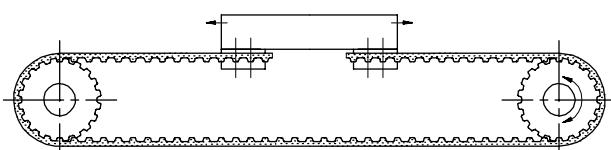
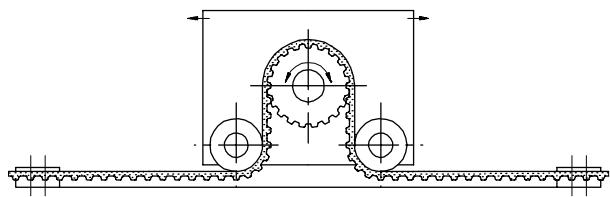

fig. 1
fig. 2
**Le cinghie dentate, utilizzate per trasformare il moto rotatorio delle pulegge, in moto rettilineo alternato di tavole o di altri dispositivi, hanno la necessità di avere le estremità delle stesse ancorate alle parti mobili (fig. 1) o a quelle fisse (fig. 2) dei particolari da movimentare. Questo fissaggio deve essere eseguito con cura, per evitare che la cinghia possa essere danneggiata o indebolita nel punto d'attacco. È per questo che la ditta POGGI® trasmissioni meccaniche s.p.a. ha realizzato questa serie di piastre che facilitano il corretto bloccaggio delle cinghie sui relativi ancoraggi.**
The ends of timing belts, used to change the rotary motion of pulley into rectilinear alternative motion on boards or other devices, require to be anchored either to mobile parts (fig. 1) or to fixed ones (fig. 2) of the items to be moved. Care should be taken while fixing so as to avoid any damage or weakening of the attachment point of the belt. This is the reason why we have introduced these plates that permit correct belt attachment.
Die Zahnriemen, die verwendet werden, um die Drehbewegung der Riemenscheiben in eine Linearbewegung zu verwandeln (entweder einen Tisch oder andere Vorrichtungen zugehörig), müssen notwendigerweise an ihren äußersten Enden an den beweglichen Teilen (Bild 1) oder an den festen Teilen (Bild 2) der Antriebsseinheit verankert werden. Diese Befestigung muss sorgfältig durchgeführt werden, um zu verhindern, dass der Zahnriemen am Befestigungspunkt beschädigt oder abgemacht werden kann. Aus diesem Grund haben wir diese Spannplattenserien für die korrekte Riemenbefestigung eingeführt.
Les courroies dentées, utilisées pour transformer le mouvement rotatif des poulies en un mouvement rectiligne alternatif de plateaux ou autre dispositif, nécessitent l'ancrage des extrémités de ces courroies aux parties mobiles (fig. 1) ou aux parties fixes (fig. 2) des pièces à mettre en mouvement. Cette fixation doit être réalisée soigneusement pour éviter que la courroie ne soit endommagée ou affaiblie dans le point de raccordement. C'est la raison pour laquelle nous avons introduit cette série de plaques qui facilitent le blocage correct des courroies à bouts libres.
Las correas dentadas utilizadas para transformar el movimiento rotatorio de las poleas en movimiento rectilíneo alterno de mesa o de otros dispositivos, requieren que las extremidades de las mismas se hallen fijadas a las partes móviles (fig. 1) o a las fijas (fig. 2) de las piezas que se de mover. Este tipo de fijación se efectúa con cuidado para evitar que la correapueda ser perjudicada o debilitada en la posición de enganche. Es por esta razón que habemos introducido esta serie de láminas que facilitan el correcto bloqueo de las correas a metros.